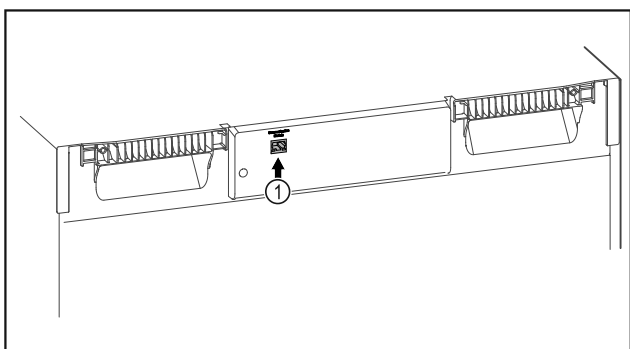

Fig. 95
- El SmartModule Fig. 95 (1) está colocado.